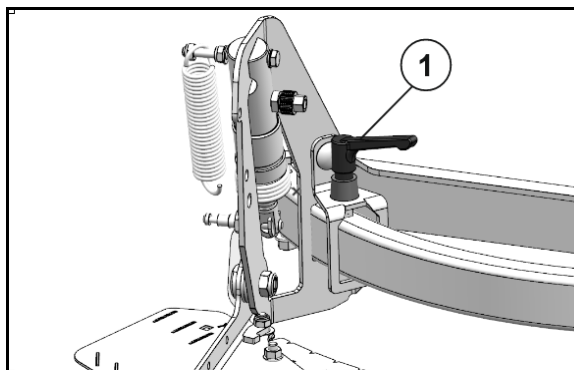

Рис. 55
1. Для этого ослабить зажимной рычаг (Рис. 55/1).